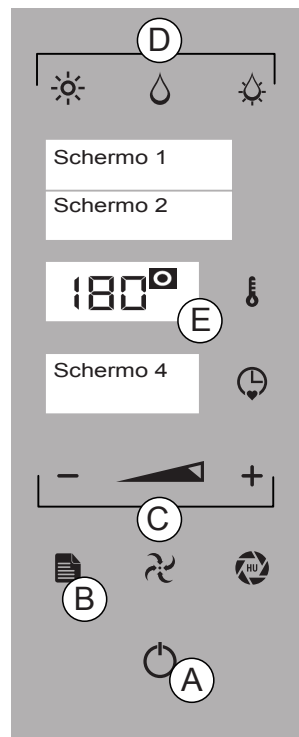

Abb. 1
**GASBRENNER EIN /°C blinkt - GASBRENNER AUS /°C leuchtet permanent (Abb. 1/E- Anzeige 3)**
Drücken Sie die „ENTER“-Taste (Abb. 1/A) und fahren Sie mit dem Manuellen Betrieb fort (siehe 6.1) oder drücken Sie die „MENÜ“-Taste (Abb. 1/B), um das Hauptmenü aufzurufen (Abb. 6.1/B). Durch Drücken der Tasten „MINUS“ und „PLUS“ können die gewünschten Funktionen ausgewählt werden (Abb. 1/C). Drücken Sie dann zur Bestätigung die Taste „ENTER“.
1. Im Hauptmenü die Tasten „MINUS“ und „PLUS“ (Abb. 1/C) drücken bis zur Funktion „AUS“ (Display 1). Drücken Sie dann zur Bestätigung die Taste „ENTER“ (Abb. 1/A).
2. Im Funktionsmodus die „ENTER“-Taste drücken, um den Vorgang zu stoppen; Die „MENÜ“-Taste (Abb. 1/B) und die „MINUS“-Taste (Abb. 1/C) drücken, um die Funktion „AUS“ (Display 1) anzuzeigen. Die „ENTER“-Taste drücken (Abb. 1/A - siehe 3.3 Beschreibung der Betriebsarten).
Zum Einstellen des Datums und der Uhrzeit drücken Sie 3 Sekunden lang gleichzeitig auf die Tasten „ZEIT“ und „TEMPERATUR“ (Abb. 1/D+E)
Wählen Sie mit den Tasten „MINUS“ und „PLUS“ (Abb. 1/B) das derzeitige Jahr aus und drücken Sie auf die „ENTER“-Taste (Abb. 1/A) zum Bestätigen.